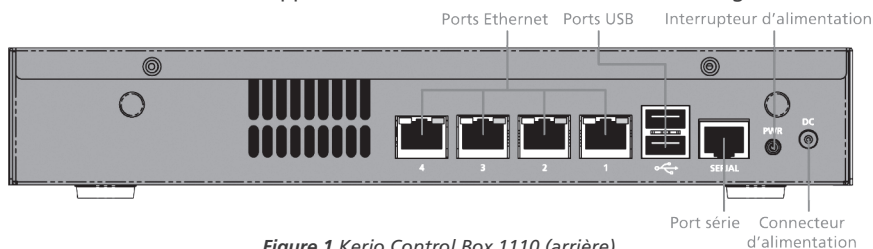

Figure 1 Kerio Control Box 1110 (arrière)
- Kerio Control Box 1000 — Appareil montable dans un rack 1U — voir la figure 1,